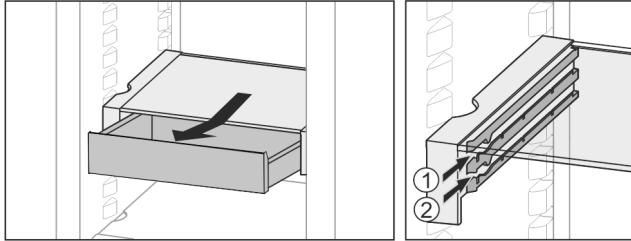

Fig. 36
- ▶ Vstavite ga na poljubni višini Fig. 36 (1) ali Fig. 36 (2).